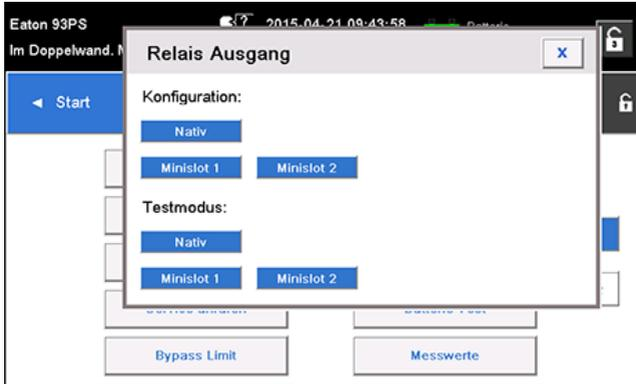

Abbildung 34. Optionen für die Konfiguration der Relais-Ausgänge
10. Sie können die Relais durch Wahl einer der Optionen im Testmodus testen (siehe Abbildung 34).